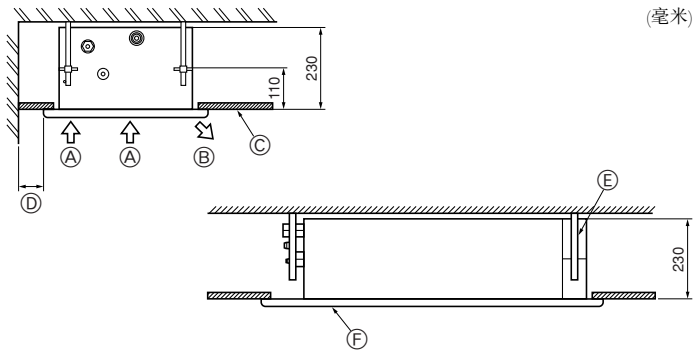
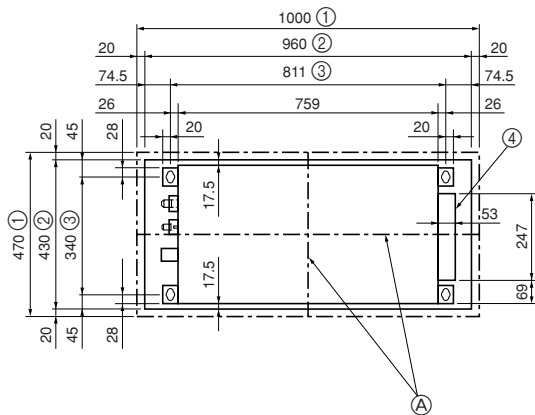
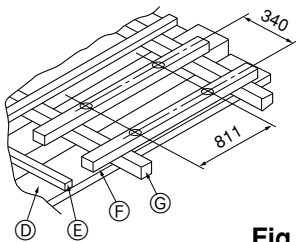

Fig. 2-2
Fig. 2-3
Fig. 2-4
2.2. 维护间隔 (Fig. 2-2)
- ① 进气口
- ② 出气口
- ③ 天花板面板
- ④ 最少200毫米
- ⑤ 挂环螺栓 W3/8或M10
- ⑥ 格栅
2.3. 天花板开口及挂环螺栓的安装位置 (Fig. 2-3)
- ① 天花板开口的中央和室内机组应对齐。
- ② 格栅的外侧
- ③ 螺栓
- ④ 电气箱
① 木结构 (Fig. 2-4)